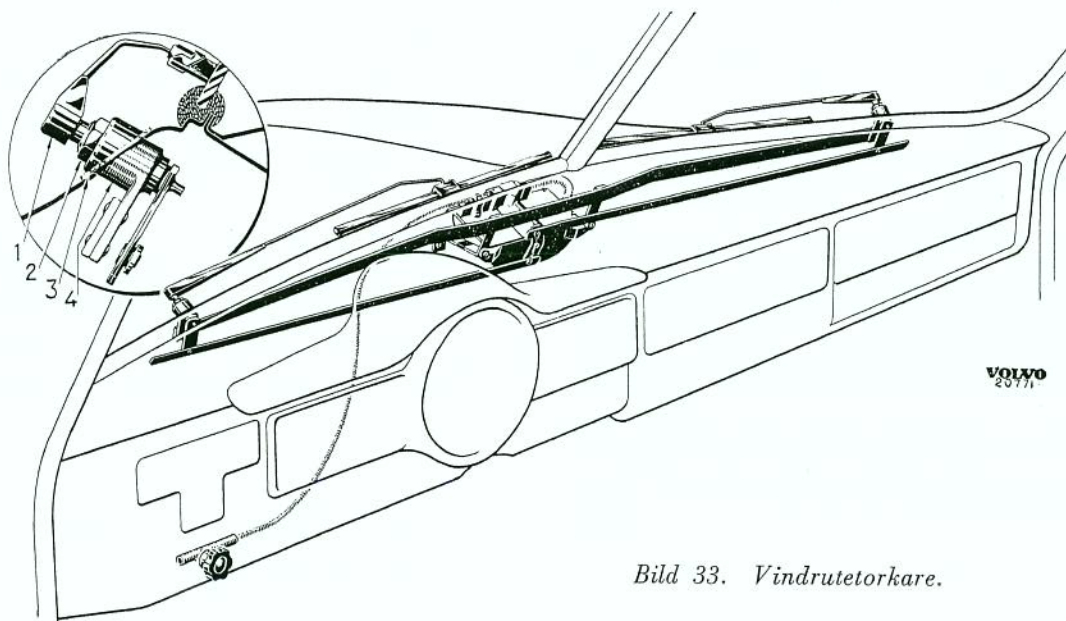

Bild 33. Vindrutetorkare.
1. Drag av torkarmen (1, bild 33).
2. Tag bort muttern (2) för lagret (4) och tag bort bricka och tätning (3).